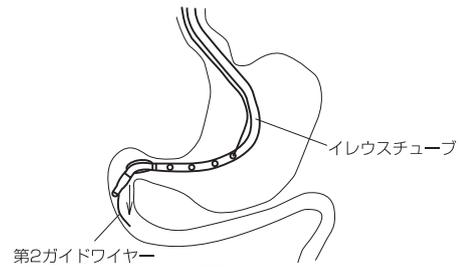

図6
13. 第2ガイドワイヤーを把持しながら、X線透視下で、第2ガイドワイヤーに沿って鼻腔よりチューブを徐々に進める。十二指腸下行脚にて第2ガイドワイヤーとチューブが分離したら、第2ガイドワイヤーを抜去する（図6）。